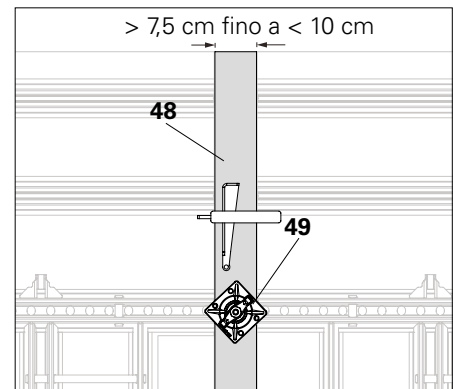

Fig. B4.01b
Per compensazioni tra 7,5 cm e <10 cm, usare la piastra a dado orientabile DW 15 (49) art. n.: 030370 (Fig. B4.01b) o in alternativa il traverso di compensazione HSA 95.